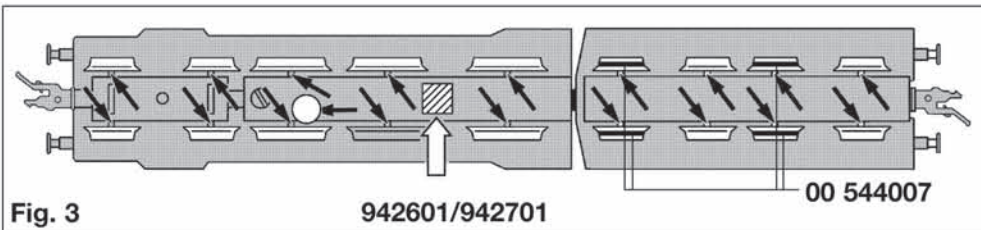

Fig. 3
An der markierten Stelle kann der **Schaltmagnet 942601/942701** eingebaut werden (Fig. 3).
**Ölen:** Geölt werden Motor und Getriebe nur an den mit Pfeilen (→) gekennzeichneten Lagerstellen (Fig. 3, 4 und 5).
The indicated point can be used for locating the **switching magnet 942601/942701** (Fig. 3).
**Lubrication:** The motor and gear-box need only be lightly oiled at the bearing points marked (Fig. 3, 4 and 5). Only use **FLEISCHMANN-oil 6599**. Only put a tiny drop in each place (→), otherwise it will be overoiled. An applicator needle is located in the cap of the oil bottle for your use. **Spare traction tyres: 00 544007.**
L'aimant permanent **942601/942701** peut être monté à l'endroit indiqué (Fig. 3).
**Graissage :** Le moteur et les engrenages doivent être huilés uniquement aux endroits indiqués (Fig. 3, 4 et 5). N'utilisez que l'huile **FLEISCHMANN 6599**. Une seule goutte par point à lubrifier (→), afin d'éviter tout excès. L'aiguille montée dans le bouchon du petit flacon convient parfaitement à cet usage.
Van 1906-1923 werden er in totaal 3956 personentrein-locomotieven van het type P8 door verschillende duitse fabrikanten aan de Preussische Staatsbahn (KPEV) en aan andere Europese spoorwegen geleverd. Als bouwserie 2'Ch2 had de loc een wrijvingslast van 51,6 Mp en kon met een vermogen van 1180 PSI maximumsnelheid van 100 km per uur bereiken (Fig. 1). Het demonteren van de loc is alleen voor het verwisselen van het lampje noodzakelijk. Schroeve a loosdraien. Lochuis loodrecht naar boven losnemen (Fig. 2). **Reservelampje (loc): 00 006535**. Op de gemerkte plaats kan de **schakelmagneet 942601/942701** gemonteerd worden (Fig. 3). **Oliën**: De motor en de andrijving hoeven alleen op de aangegeven plaatsen geolied te worden (Fig. 3, 4 en 5). Alleen **FLEISCHMANN olie 6599** gebruiken. Een klein druppeltje per smeerpunt (→) is heus voldoende, anders wordt de zaak te vet. Voor en juiste dosering het spuitje gebruiken dat wordt bijgeleverd in het olieflesje. **Anti-slip bandjes: 00 544007**
**Kontaktmagnet 942601/942701** kan monteres på de viste sted (Fig. 3).
**Smøring**: Smør kun aksler og gangtøj på de viste steder (Fig. 3, 4 er 5). Anvend kun **FLEISCHMANN-olie 6599**. Kun en enkelt dråbe for hvert smørested (→), ellers oversmøres. Til dosering anvendes den lille nål indvendig i skrilåget.
Sul posto segnato può essere installato il **dispositivo di comando 942601/942701** (Fig. 3).
**Lubrificazione**: Il motore e l'ingranaggio vengono lubrificati solo nei punti contrassegnati dei supporti (Fig. 3, 4 e 5). Utilizzare solo olio **FLEISCHMANN 6599**. Usare soltanto una piccola goccia per ogni punto di oliatura (→), altrimenti si rischia di oliare troppo. Per il dosaggio utilizzare l'ago di cui è provvisto il tappo di chiusura del flacone dell'olio.